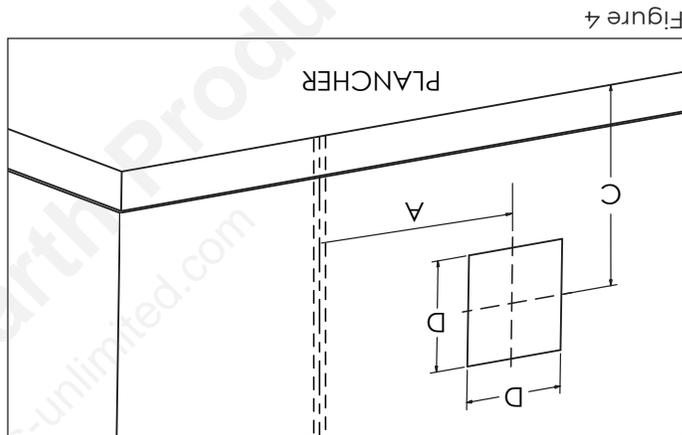

Figure 4
4. Découpez le trou carré à travers le mur selon les mesures et les positions indiquées dans les figures 4 et 5.